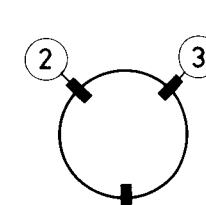

Fig II-5d
Die dynamische Konvergenz wird erzielt, indem man die Ablenk-Unit in vertikale und in horizontale Richtung kantelt. Um die richtige Stellung der Ablenkeinheit zu fixieren, hat man drei Gummikeile zwischen dem Glas des Bildröhren-Konus und der Ablenkeinheit angebracht. (siehe Abb. II-5d oder II-6d). Diese Keile sind in zwei Dicken lieferbar: ein Keil mit einer Dicke von 7mm ist unter Codenummer 4822 462 40356 und einer mit einer Dicke von 11 mm ist unter Codenummer 4822 462 40357 lieferbar.
6. Keil ① entfernen, so dass die Situation gemäss Abb. II-5d oder 6d entsteht.